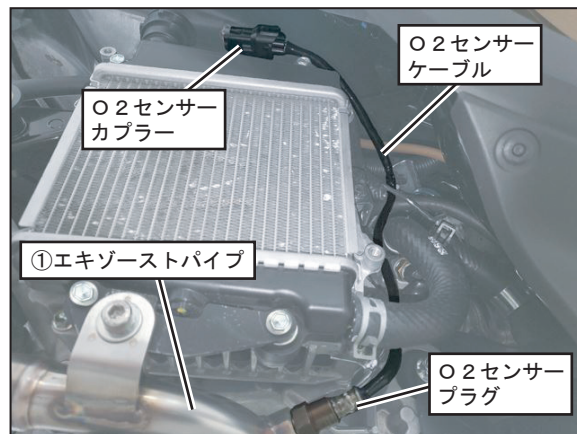

FIG. 16
11. O₂センサーのケーブルをFIG. 16を参照して、ケ
(FIG. 16 参照)